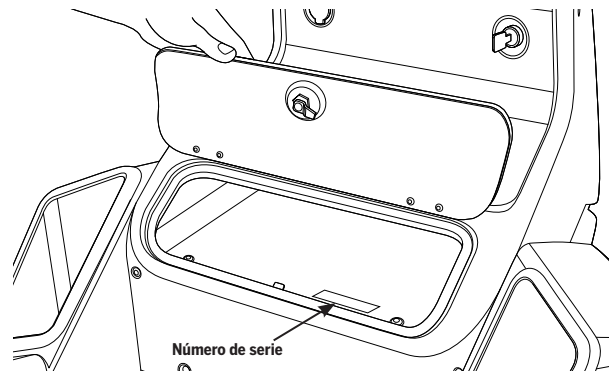

Ilustración 6: ubicación del número de serie del SE-3 Patroller
2. Localice el número de serie de 12 dígitos del SE-3 Patroller (**ilustración 6**).